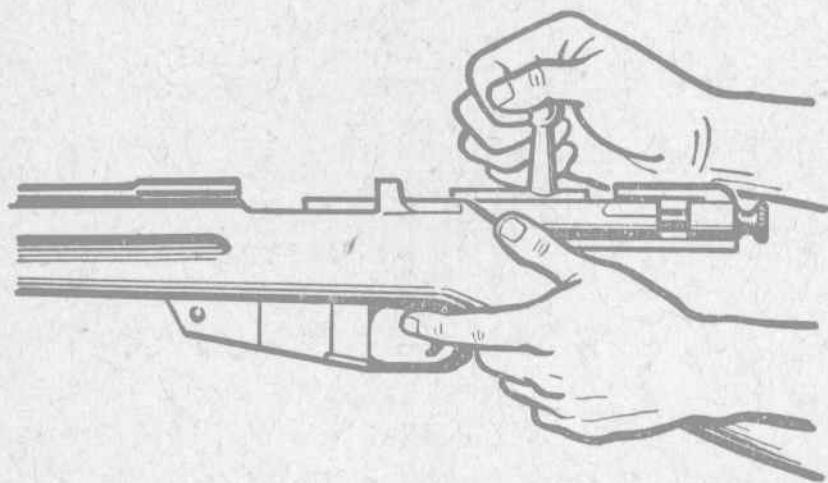

图7 取下枪机
①取下枪机：左手食指扣扳机，同时用右手将机柄轉到垂直并向后拉下枪机(图7)。